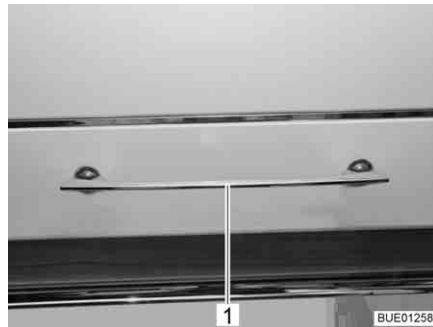

Bild 36 Möbelklappe mit Entriegelungsgriff
- Entriegelungsgriff (Bild 36,1) nach unten drücken und gedrückt halten.